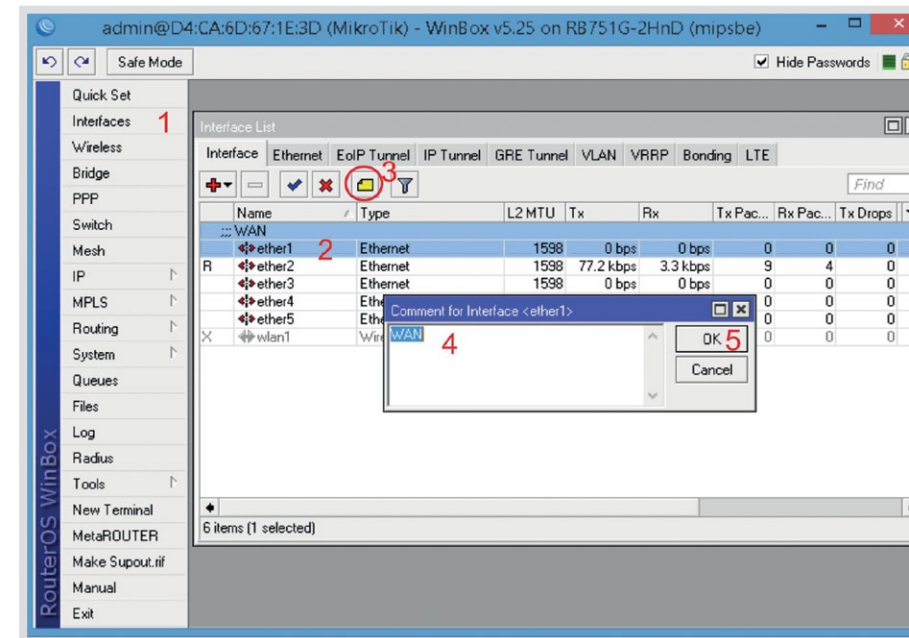

Рис. 8. Сетевые интерфейсы.
1. Открываем меню **Interfaces** (рис. 8);